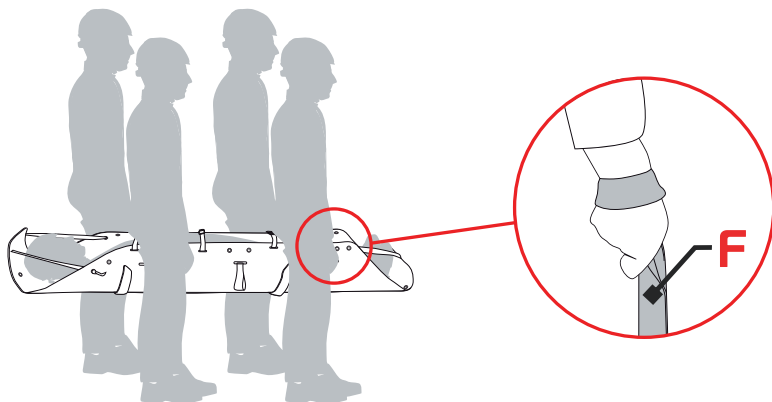

Fig.16
Resistenza statica Verificata mediante sollevamento tramite le maniglie laterali (fig. 16):	250 kg
- **Trasporto manuale (fig. 16)** mediante le maniglie (F)